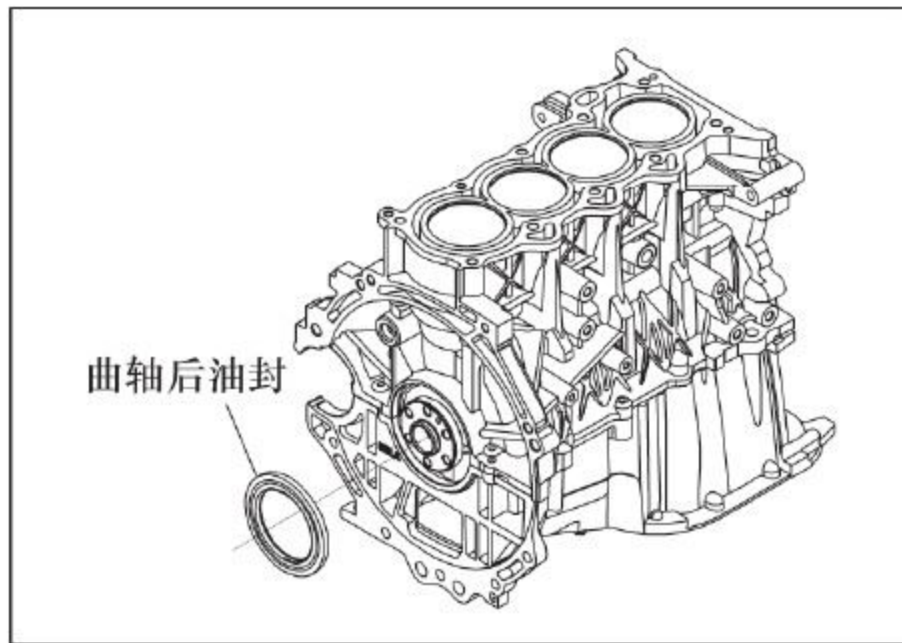

图12-3-21 安装曲轴后油封
- 用专用工具(SST)安装曲轴后油封，如图12-3-21所示，在曲轴密封面和油封唇部油槽涂少许机油，并防止划伤油封。装配完成后应确保油封总成端面不倾斜，油封唇口无翻边，外圈无变形。